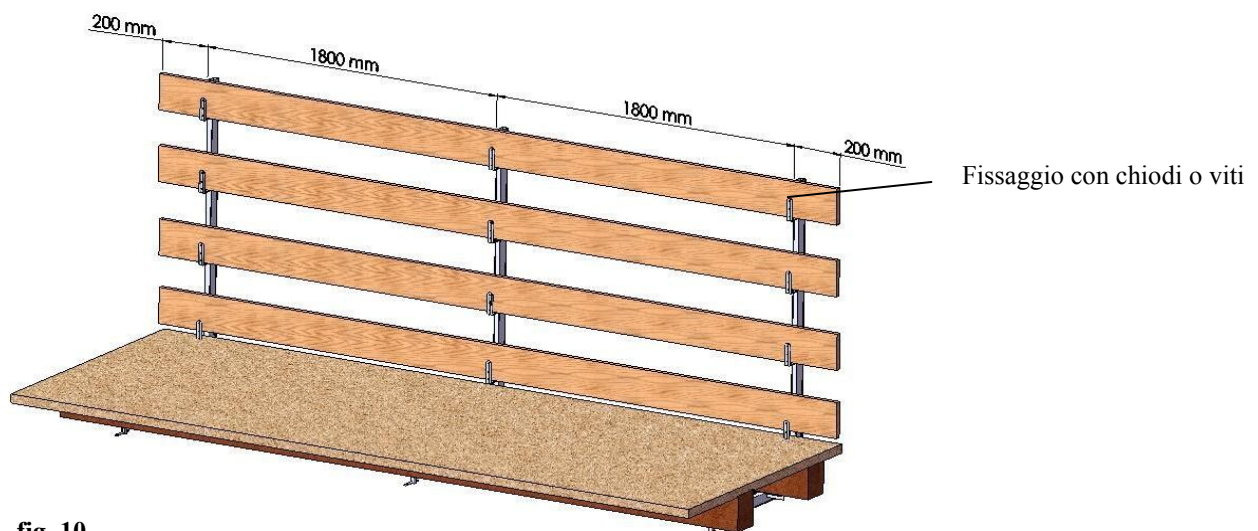

fig. 10
- Procedere come sopra al fissaggio degli altri montanti ad una distanza massima di 1600 mm, a copertura totale del vuoto da proteggere (vedi fig. 10 a pag. 9);
- Completare il montaggio del sistema di protezione provvisorio, inserendo negli appositi sostegni, le tavole (fig. 10 a pag. 9) in legno di abete o di altra essenza (classe minima di resistenza C16 – UNI EN 338), o altri profili metallici in grado di resistere ai carichi richiesti dalla normativa UNI EN 13374;
- Le tavole (fig. 10) o i profili utilizzati devono essere integri sotto l'aspetto della resistenza e la loro lunghezza minima deve essere superiore di almeno 400 mm a due campate. (esempio: 1600 mm + 1600 mm + 200 mm + 200 mm = 3600 mm)